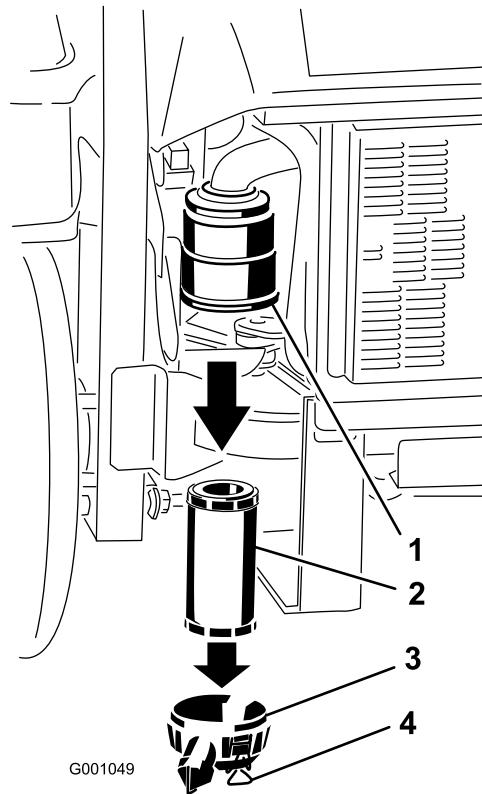

Figura 30
3. Rilasciate i dispositivi di fermo del filtro dell'aria, e togliete il coperchio dal corpo del filtro dell'aria (Figura 30).
5. Estraete con cautela il filtro dal corpo del filtro dell'aria (Figura 30). Non urtate il filtro contro il corpo.